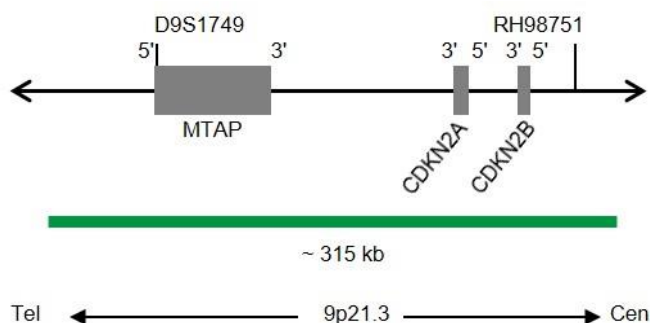

Abb. 1: SPEC CDKN2A Sondenlokalisation (nicht maßstabsgetreu)
- ZyGreen (Anregung 503 nm/Emission 528 nm) markierten Polynukleotiden (~10,0 ng/ $\mu$ l), die gegen Sequenzen in 9p21.3\* (chr9:21,742,629-22,056,853) gerichtet sind, welche die CDKN2A-Genregion enthalten (siehe Abb.1).